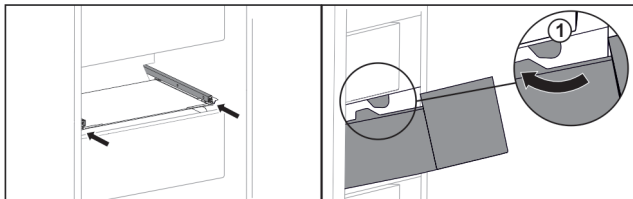

Fig. 115
- ▶ Прокарайте чекмеджето около ограничителите Fig. 115 (1).